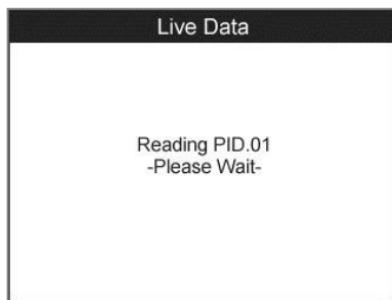

Figura 5.9
- 2) Espere unos pocos segundos mientras la herramienta de escaneo valida el PID MAP (Mapa de Identificación de Parámetros). (Figura 5.9)